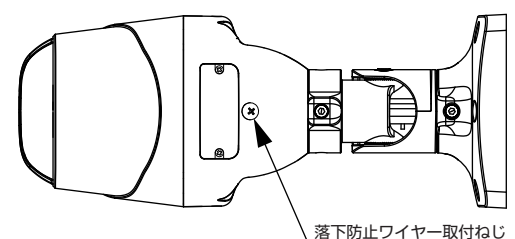

図3 落下防止ワイヤー
- 落下防止ワイヤー(付属していません。ステンレスワイヤー使用)は一方を壁や天井に、もう一方をカメラ本体の落下防止ワイヤー取付ねじに接続すること。(図3)